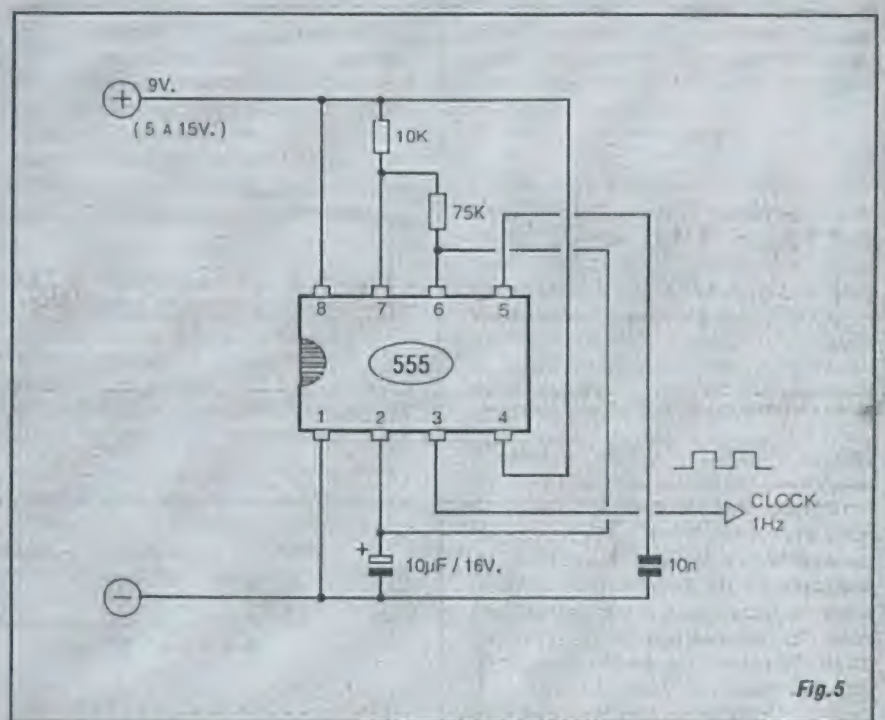

Fig. 5
- FIG. 5 - CLOCK COM 555 - Um simples arranjo ASTÁVEL centrado num Integrado 555 (estrutura e componente já estudados...). A Frequência do "trem" de pulsos pode ser dimensionada pelos valores dos resistores/capacitores... No caso do exemplo (com os valores indicados...), o clock apresenta uma frequência de aproximadamente 1 Hz (um pulso por segundo...), podendo ser usado - numa sugestão - como prática "base de Tempo" para um interessante "contador de segundos" digital, se acoplado a blocos como os mostrados na "Aula" anterior...